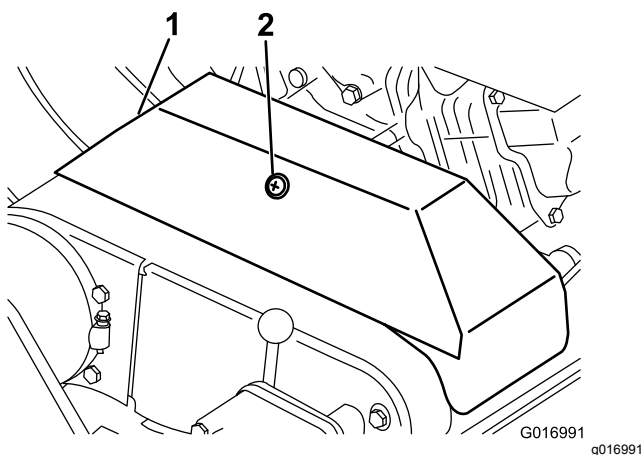

Figura 34
3. Afloje el retenedor que sujeta la cubierta de las correas en V y gire la cubierta para abrirla (Figura 34).